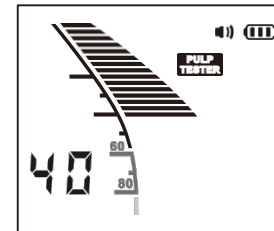

Abb. 36
- 1) Der Messwert, der dem normalen Reiz entspricht, liegt zwischen 1 und 99; man geht davon aus, dass der Zahn vital ist (Abb. 36).